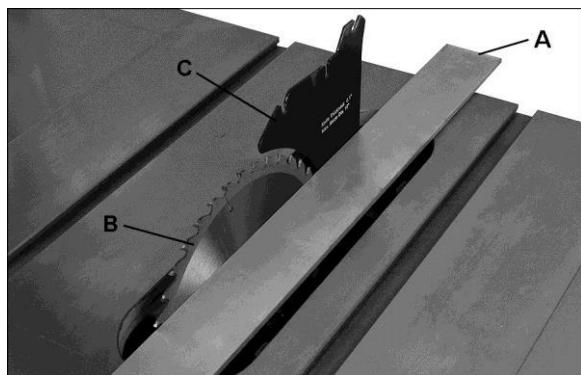

Рис. 20
- Поместите линейку (см. рис. 20) на столе, так что бы край упирался в пильный диск (В, рис 20) и расклинивающий нож (С, рис. 20). Поверните пильный диск так, чтобы верхняя часть зуба пильного диска касалась линейки. Пильный